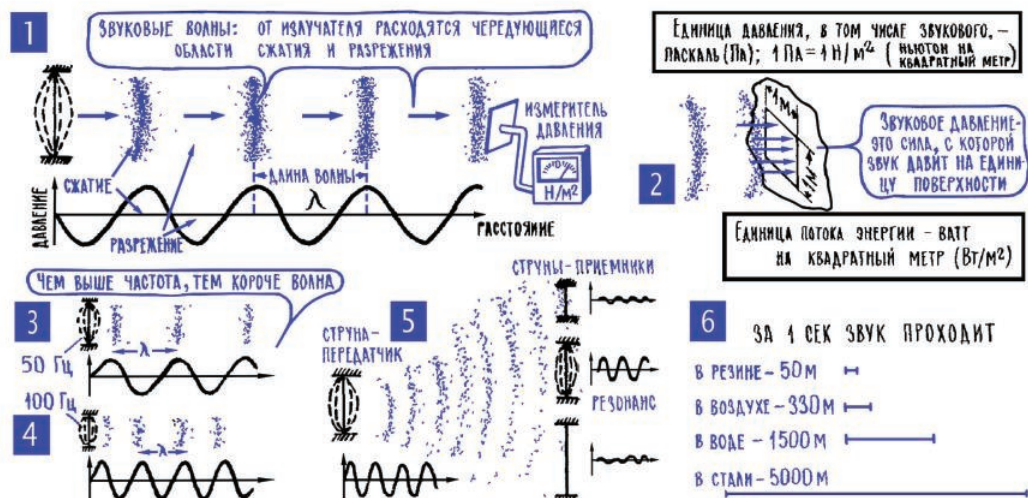

Рис. 7.2. Звуковые волны
**7. В процессе колебаний струна излучает звуковые волны.** Вы тронули гитарную струну, она пришла в движение, увлекла за собой окружающий воздух, и во все стороны от струны пошли звуковые волны. Их рождение в самом упрощенном виде можно представить себе так. Двигаясь вперед, струна сжимает впереди себя воздух, создает повышенное давление. Разумеется, область с повышенным давлением не может оставаться изолированной, давление передается соседним участкам, и от струны катится вал сжатого воздуха (рис. 7.2).
**8. Основные характеристики звука: период, частота, скорость, звуковое давление, сила звука.** Попробуем поставить на пути звуковой волны измеритель давления – манометр. Причем отрегулируем его так, чтобы прибор показывал только изменение давления по сравнению с атмосферным. Это значит, что при нормальном атмосферном давлении манометр будет показывать ноль, при некотором сжатии воздуха стрелка прибора пойдет вправо, при разрежении – влево (рис. 7.2; 1). А под действием звуковой волны стрелка будет все время отклоняться от нуля то влево, то вправо. Если бы мы успевали следить за всеми движениями стрелки и построили бы график звукового давления, то он оказался бы точной копией графика свободных колебаний струны. А разве могло быть иначе? Звуковая волна рождена колеблющейся струной, поэтому изменение давления в любой точке, куда приходит звук, в точности повторяет все действия струны по сжатию и разрежению воздуха.
Другая характеристика звука – скорость распространения – не требует, по-видимому, особых пояснений. Нужно лишь отметить, что в воздухе скорость звука при 0 °С – около 330 м/с, что с повышением температуры она несколько повышается и что в других средах скорость звука может быть во много раз больше или меньше, чем в воздухе (рис. 7.2; 6).
Зная скорость звука и его частоту, можно найти еще одну характеристику – *длину звуковой волны*. Длина волны – это то расстояние, которое волна успевает пройти за время одного полного периода колебаний. Так, например, при частоте 1 Гц, то есть при периоде 1 с, длина волны составит в воздухе 330 м, в воде – около 1,5 км, в стали – 5 км, в резине – всего 50 м. С увеличением частоты длина волны, конечно, уменьшается: чем меньше длится период, тем меньшее расстояние успеет пройти волна (рис. 7.2; 3, 4).
**10. Струна-излучатель и струна-приемник образуют простейшую линию звуковой связи.** Двигаясь в пространстве, звуковая волна натывается на разные предметы, частично отражается от них, а частично отдает им свою энергию. Давайте для определенности предположим, что звуковая волна наткнулась на какую-нибудь струну. Сначала область повышенного давления волны двинет струну вперед, затем область пониженного давления потянет ее назад, затем опять повышенное давление, опять вперед, и снова пониженное давление, снова назад... Одним словом, звуковая волна, отдавая такой струне-приемнику часть своей энергии, заставит ее совершать колебания (рис. 7.2; 5). С какой частотой? Конечно, с частотой самого звука, то есть с частотой струны-передатчика. Потому что именно струна-передатчик определяет, насколько часто сменяют друг друга сжатия и разрежения в звуковой волне, насколько часто эта волна будет двигать вперед-назад нашу струну-приемник. И ее колебания, в отличие от собственных, свободных колебаний, называют вынужденными – струна-приемник вынуждена двигаться именно с той частотой, которую навязывает ей звуковая волна.
Можно настроить струну-приемник в резонанс с частотой звука, и в этом случае амплитуда колебаний струны резко увеличится. Первая же порция звуковой энергии заставит струну совершать свободные колебания, и все остальные действия звуковой волны будут поддерживать эти собственные колебания. Теперь достаточно будет даже очень слабого звука, чтобы сильно раскачать струну (рис. 7.2; 5).
Попав в ушную раковину, звуковые волны пробегают извилистый слуховой проход (его длина около 2,5 см) и, попав на барабанную перепонку, приводят ее в движение (так же, как звук заставлял двигаться струну-приемник; рис. 7.2). Движение барабанной перепонки через систему косточек (молоточек, наковальня, стремечко, общая масса около 0,05 г) передается в самый главный отдел внутреннего уха – в улитку. Такое название эта «деталь» получила потому, что у млекопитающих она похожа на спиралевидный домик улитки (постепенно сужающаяся трубка длиной около 3 см, закрученная на 2,7 оборота). У животных, которые стоят на низших ступенях развития, улитки еще нет, ее место занимает более простая «деталь», похожая на изогнутую луковичу.